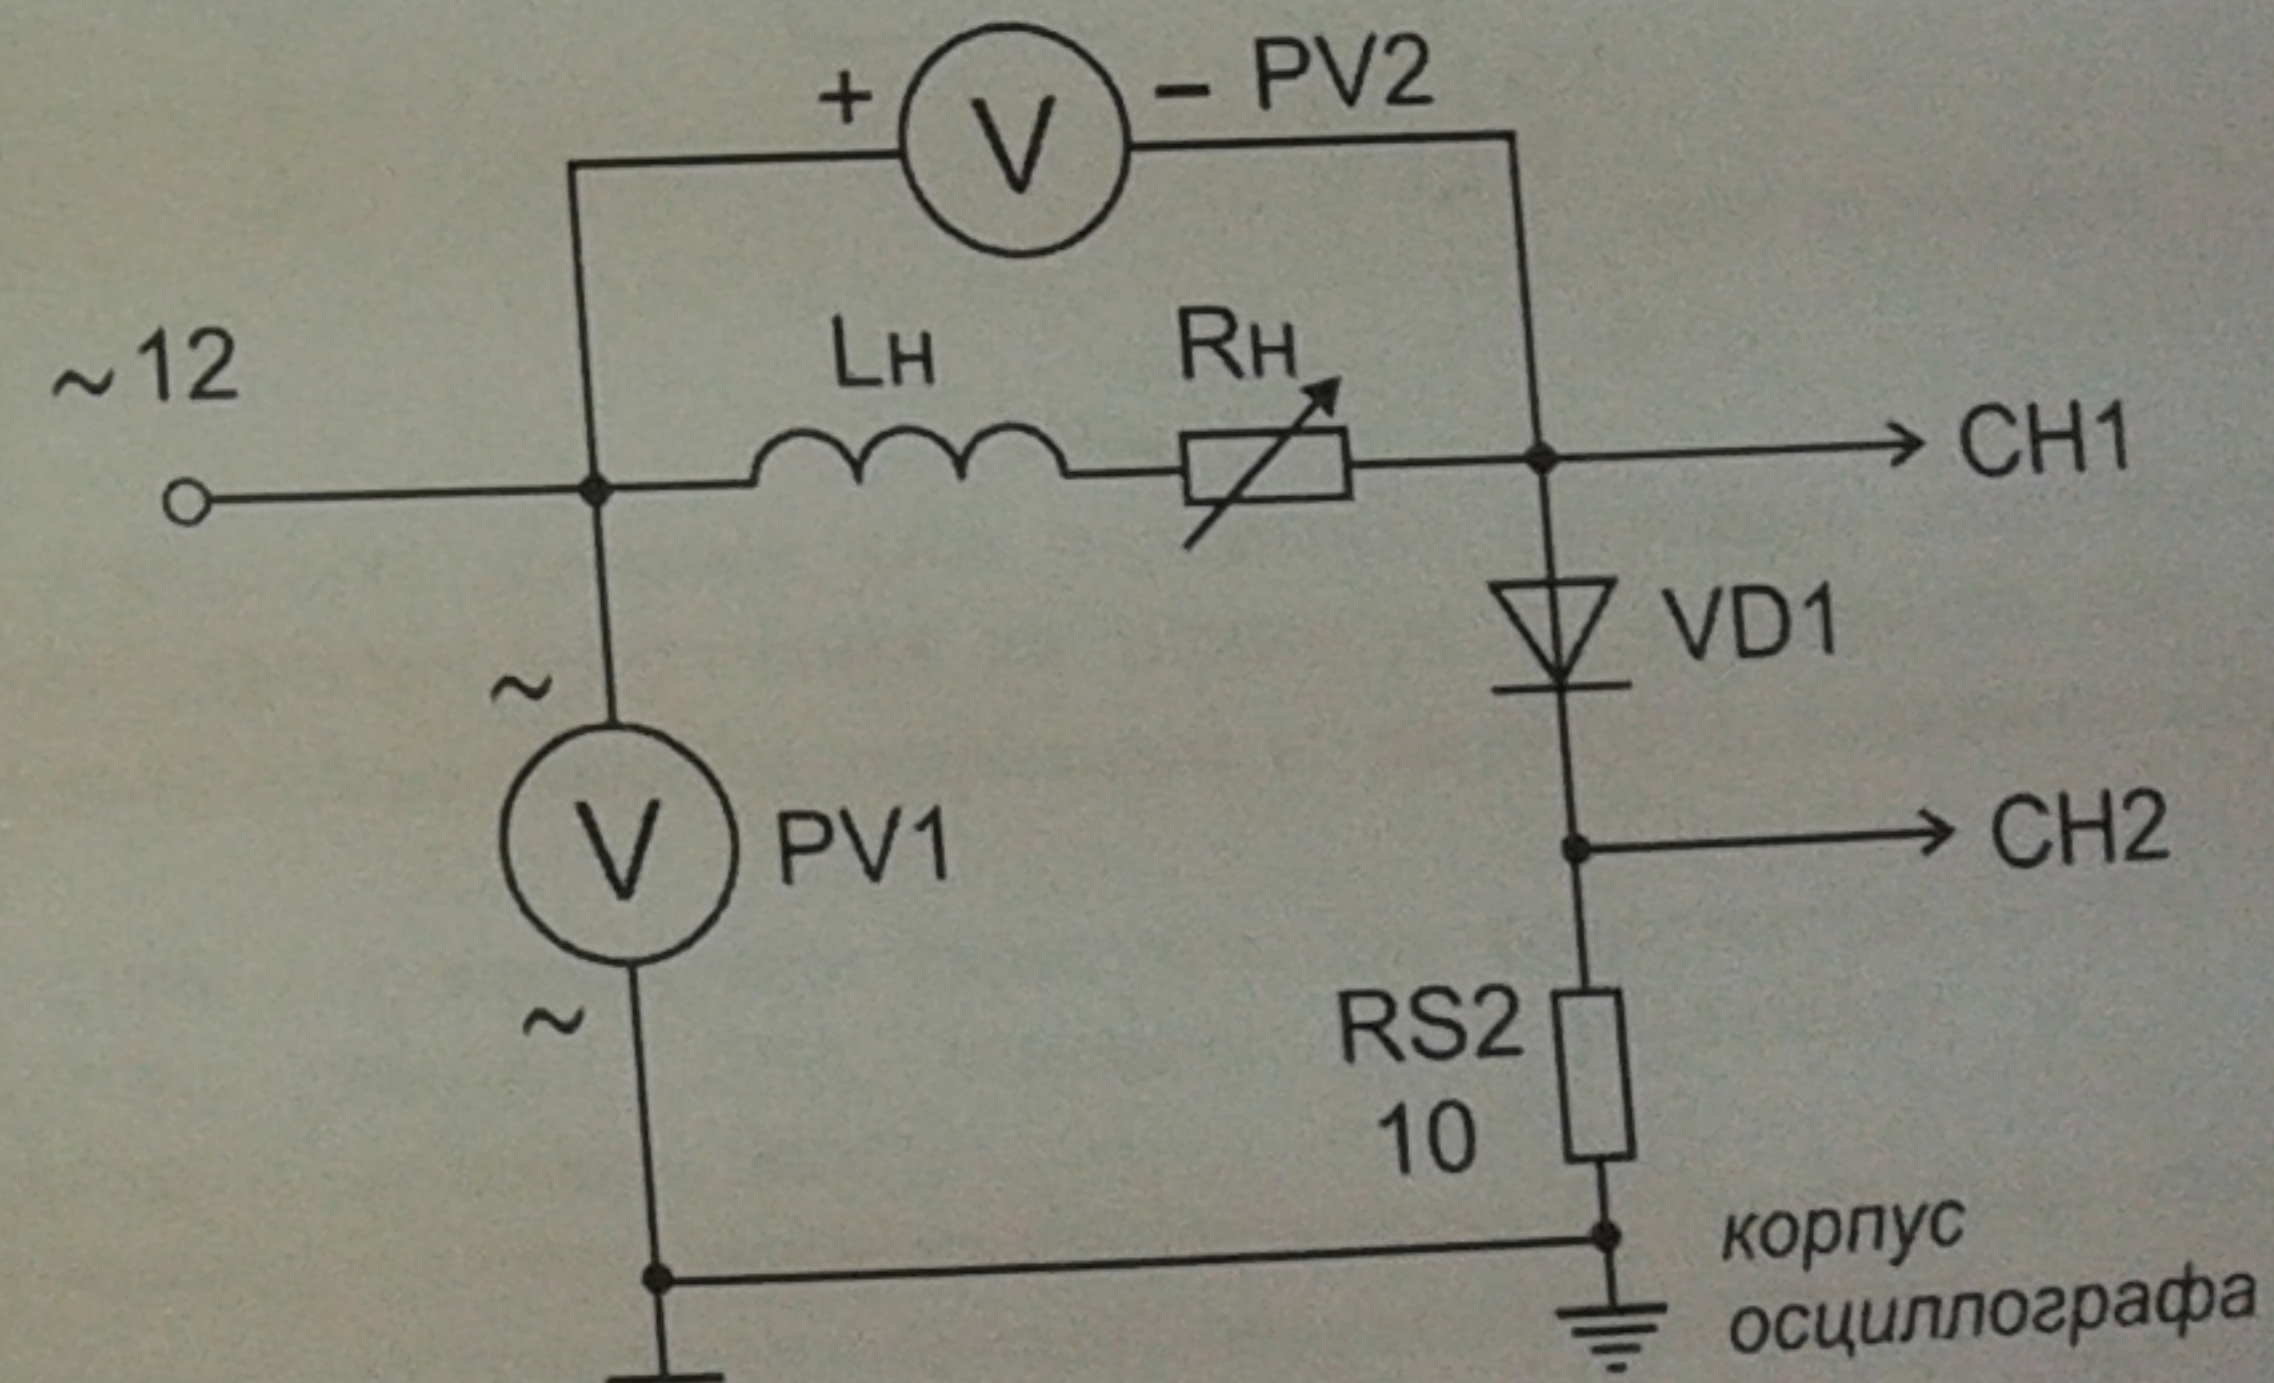

Рис. 3
- включить дроссель последовательно с нагрузкой (рис. 3); снять осциллограммы напряжения на диоде u_a и анодного тока i_a , снять осциллограмму напряжения на нагрузке u_d , переключив входы осциллографа;